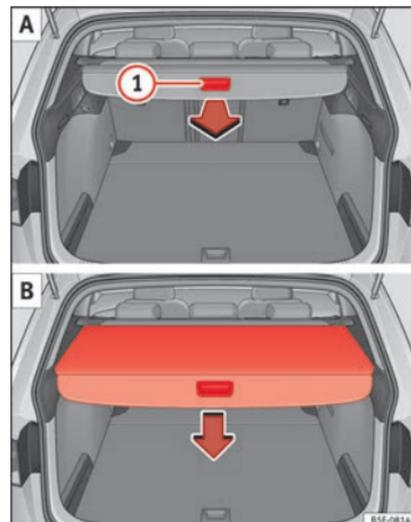

Abb. 161 Im Kofferraum: Hutablage ausziehen und einrollen. »»
• Ziehen Sie gleichmäßig die Hutablage am Handgriff » **Abb. 161** ① **A** heraus, bis diese hörbar einrastet.
• Drücken Sie den Haltegriff der Gepäckraumabdeckung in Pfeilrichtung, bis diese entriegelt ist » **Abb. 161** **B**.